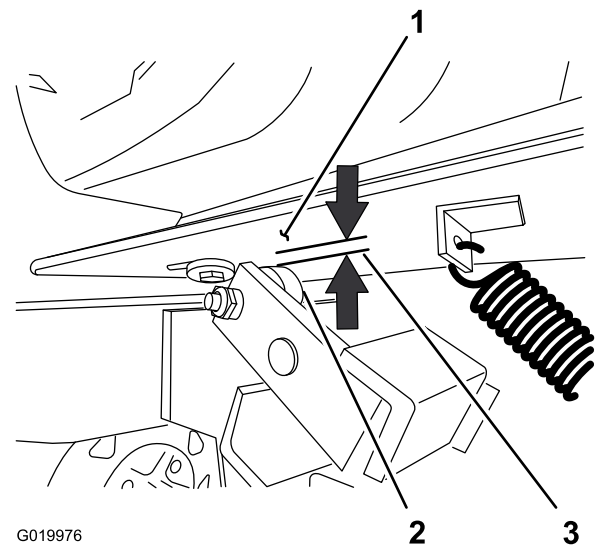

Figura 55
2. Mida la holgura entre la chapa del motor y el rodillo del embrague (Figura 55).